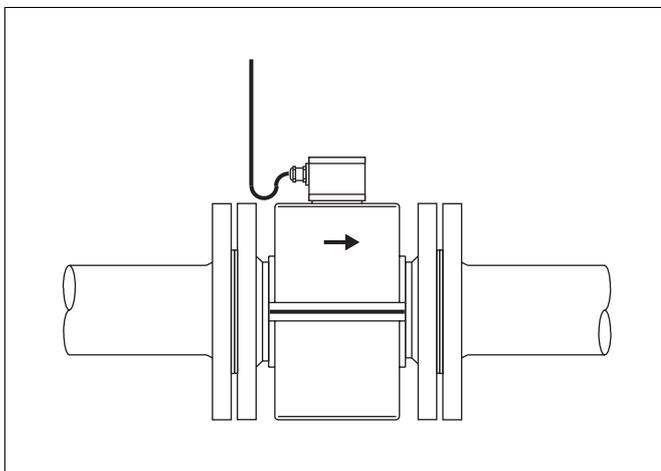

Abb. 36 Verlegung der Kabel
- Bei der Installation der Kabel zum Durchflussaufnehmer ist darauf zu achten, dass die Kabel mit einem Wassersack verlegt werden, (Abb. 36).